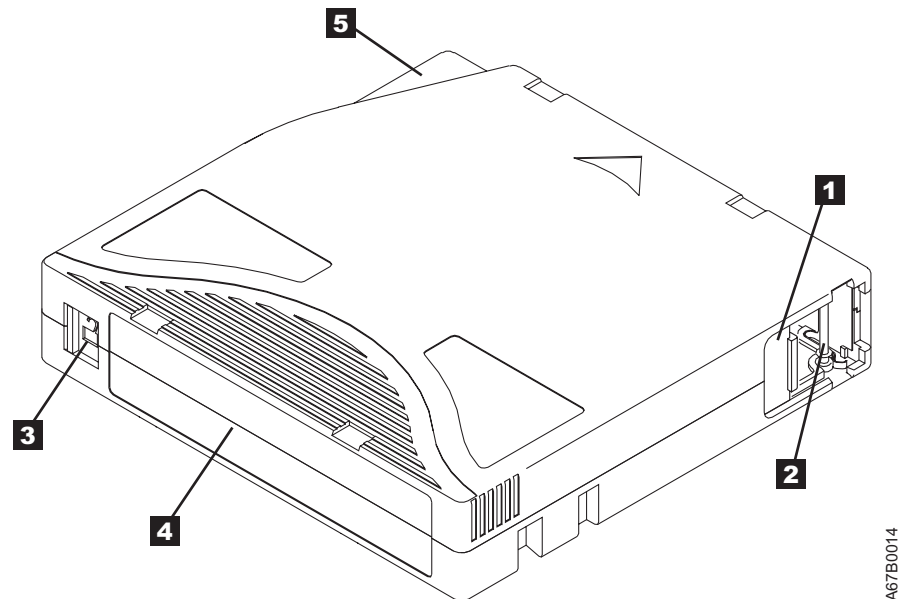

Abbildung 12. IBM LTO Ultrium Datenkassette
In Abb. 12 werden die IBM LTO Ultrium Datenkassette und ihre Komponenten gezeigt.
Die Kassettenklappe (**1** in Abb. 12 auf Seite 37) schützt das Band gegen Verschmutzung, wenn sich die Kassette außerhalb des Laufwerks befindet. Hinter der Klappe ist das Band an einem Bandmitnehmerstift **2** angebracht. Wenn Sie die Kassette in das Laufwerk einlegen, zieht ein Einfädelungsmechanismus den Stift (und das Band) aus der Kassette über den Schreib-/Lesekopf des Laufwerks und auf eine nicht entfernbare Aufrollspule. Der Schreib-/Lesekopf kann dann Daten vom Band lesen oder Daten auf das Band schreiben.
Bringen Sie Barcode-Etiketten nur in dem vertieften Etikettbereich an (siehe **4** in Abb. 12 auf Seite 37). Ein Etikett, das über den dafür vorgesehenen Bereich hinausragt, kann zu Ladeproblemen im Autoloader führen.
- Bringen Sie das Etikett auf dem vertieften Etikettbereich an (siehe **4** in Abb. 12 auf Seite 37).